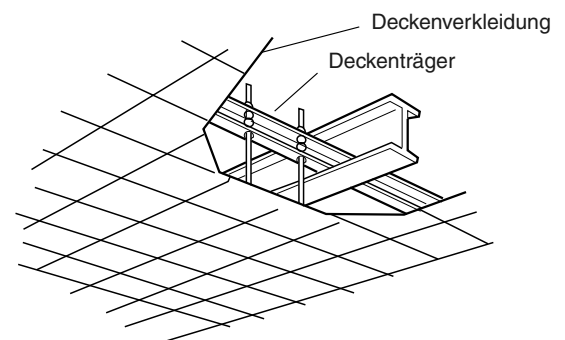

Abb. 3-4
- Die bereits vorhandenen Deckenträger verwenden bzw. einen geeigneten Träger anfertigen, wie in Abb. 3-4 gezeigt.